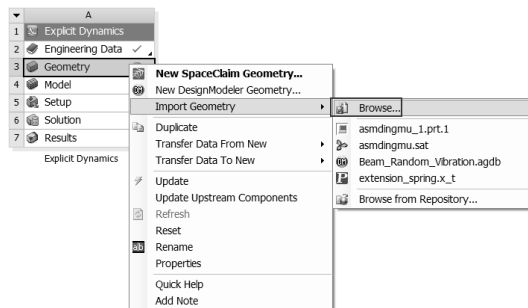

图 11-40 导入几何体
Step1: 在 A3 Geometry 上右击,在弹出的快捷菜单中选择 Import Geometry Browse 命令,如图 11-40 所示,此时会弹出“打开”对话框。